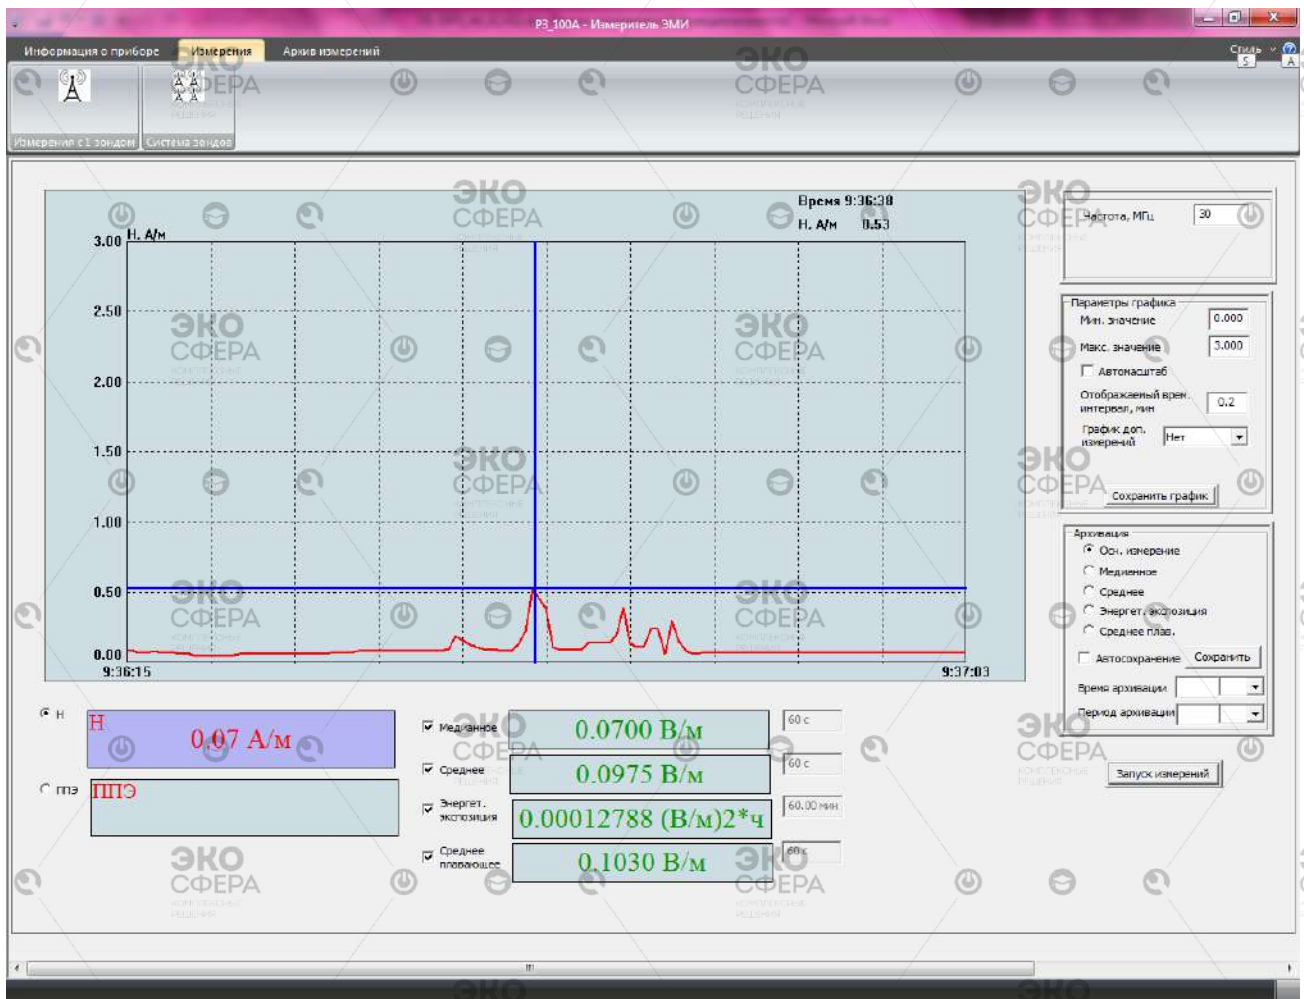

Рисунок 19 – Оцифровка графика результатов основного измерений
- переместить курсор к нужной точке; значения измерений индицируются в верхней правом углу графика (рисунок 19).